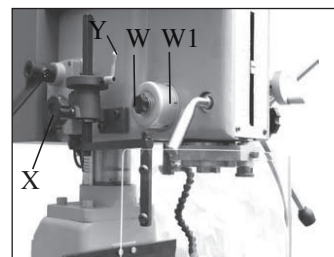

Bild 11
- Lossa greppratten (W-Fig.11)
- Vrid fjäderhuset (W 1-Fig.11) moturs en aning för att dra åt fjädern.
- Dra åt greppratten (W-Fig.11)
- Lås den vertikala höjden genom att justera spakens skruv (Y-Fig.11)
- Använd ratten (X-Fig.11) för att låsa chuckskyddets horisontella rotation och position. Lossa ratten (X-Fig.11) för att öppna chuckskyddet, när det är öppet bör strömmen vara avstängd.